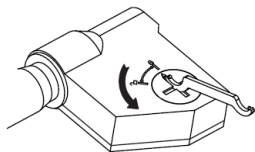

рис. 1
- Поверните крышку батарейного отсека на 45° против часовой стрелки с помощью гаечного ключа (рис.1), затем снимите ее.